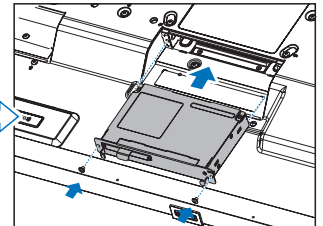

Figure 4
4. Insérez la carte des options dans le moniteur, puis fixez-la avec les vis que vous venez de retirer (**Figure 4**).